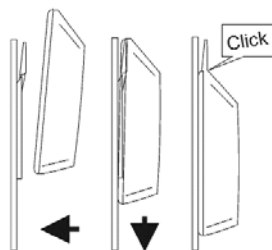

Fig. 3
3. ブラケットにディスプレイを平らにして、最終位置より少し上に置き、静かに所定の位置にスライドさせます。ブラケットがディスプレイを所定の位置に固定するので、小さなクリックがあります（図3）。